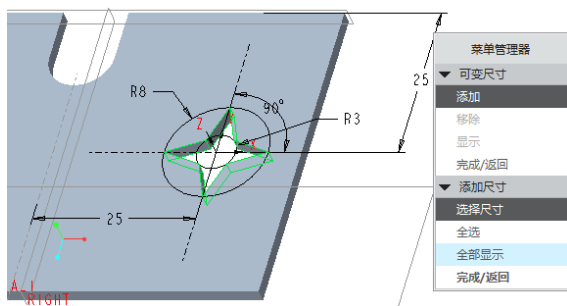
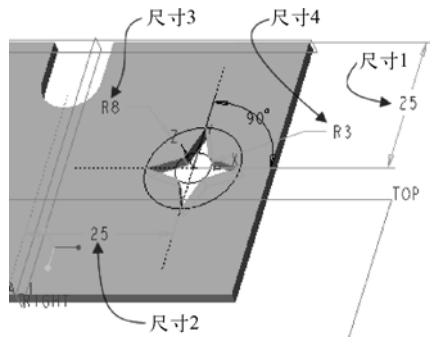

图 1-287 出现的菜单和显示的特征尺寸
图 1-288 选择尺寸
(9) 此时，菜单管理器提供的菜单和图形窗口中的钣金模型如图 1-287 所示。接受默认的菜单选项，接着在模型中依次单击图 1-288 所示的尺寸 1、尺寸 2、尺寸 3 和尺寸 4，然后